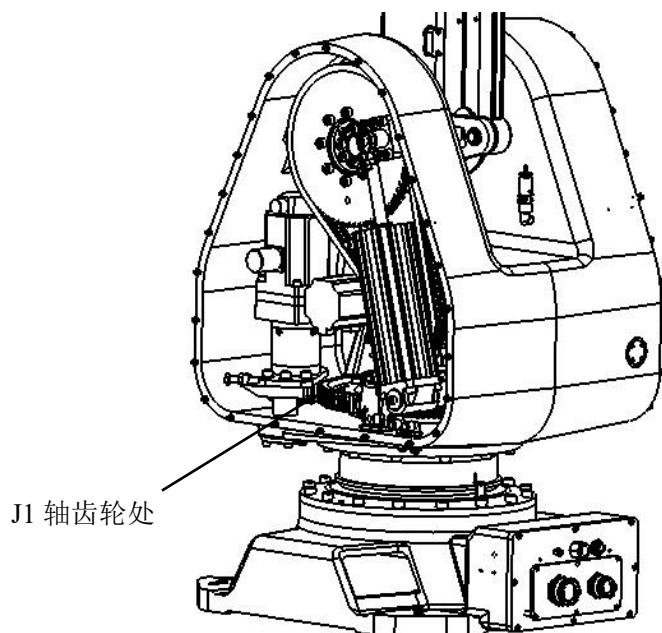

图 4-1 更换润滑油, J1 轴齿轮处
- 3) 拆除机器人转座两侧的碳纤维盖板，见图 4-1—4-3。